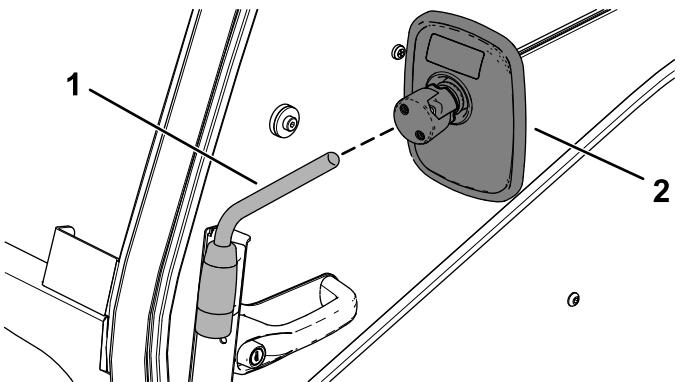

Figura 6
8. Fate scorrere lo specchietto sul relativo braccio e regolate lo specchietto all'angolo desiderato (**Figura 6**).